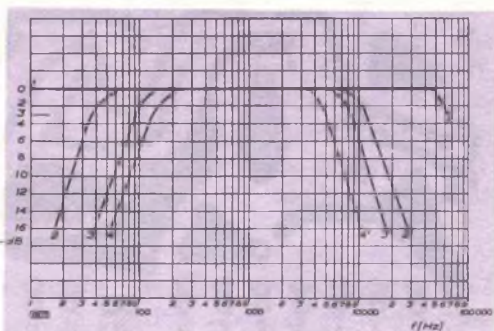

Fig. 2 - Curve caratteristiche di risposta del filtro. A sinistra, sono indicate le curve di attenuazione antirombo; a destra quelle antifruscio.
**Descrizione del circuito** I due transistori impiegati sono elettricamente collegati in modo da presentare un ingresso con impedenza elevata ed un'uscita con impedenza bassa (fig. 1). Inoltre, la tensione di ingresso del filtro è uguale alla tensione di uscita e, di conseguenza, l'amplificazione è uguale a 1. Queste condizioni sono valide per tutta la gamma delle frequenze trasmesse solo quando il commutatore si trova nella posizione "lineare" (curva 1-1' di fig. 2). In questa posizione, quindi, non si ha né amplificazione né attenuazione delle frequenze della banda. Quando invece il commutatore viene commutato nelle posizioni "antifruscio" (curve 2', 3', 4' di fig. 2) oppure "antirombo" (curve 2, 3, 4 di fig. 2), l'amplificazione nella zona centrale della banda è ancora uguale a 1, mentre l'attenuazione oltre i punti a -3 dB aumenterà nella misura di 12 dB per ottava. Questa marcata attenuazione delle frequenze molto alte e di quelle molto basse, non interessando la porzione centrale delle frequenze trasmesse dal filtro, permetterà di ridurre od addirittura di eliminare tutti i fenomeni di fruscio ed i borbottii a cui abbiamo accennato in precedenza.
I valori di attenuazione ottenibili nelle quattro posizioni del commutatore "anti-rombo" sono i seguenti (parte sinistra della curva di fig. 2):